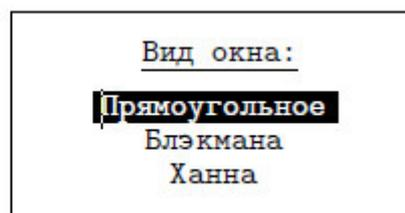

Рисунок 19
3.4.10 *"Вид окна"* - установка вида окна, используемого при разложении сигнала в спектр (рис. 19).